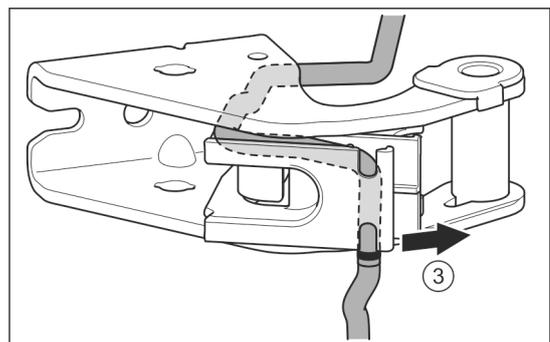

Fig. 25
- ▶ Staccare il cavo dalla guida. Fig. 25 (3)